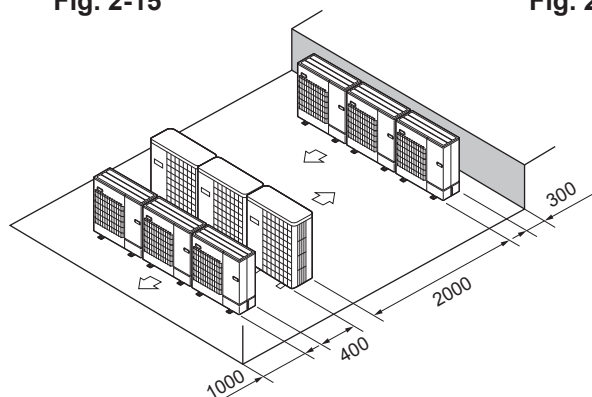

Fig. 2-18
- ⑥ Расположение приборов в несколько горизонтальных рядов (Fig. 2-18)